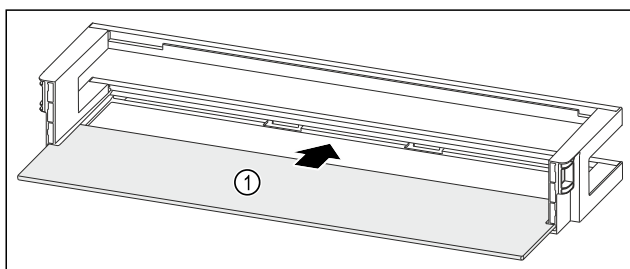

Fig. 119 Balconcino controporta con ripiano
- Inserire il ripiano Fig. 119 (1) negli incavi laterali.